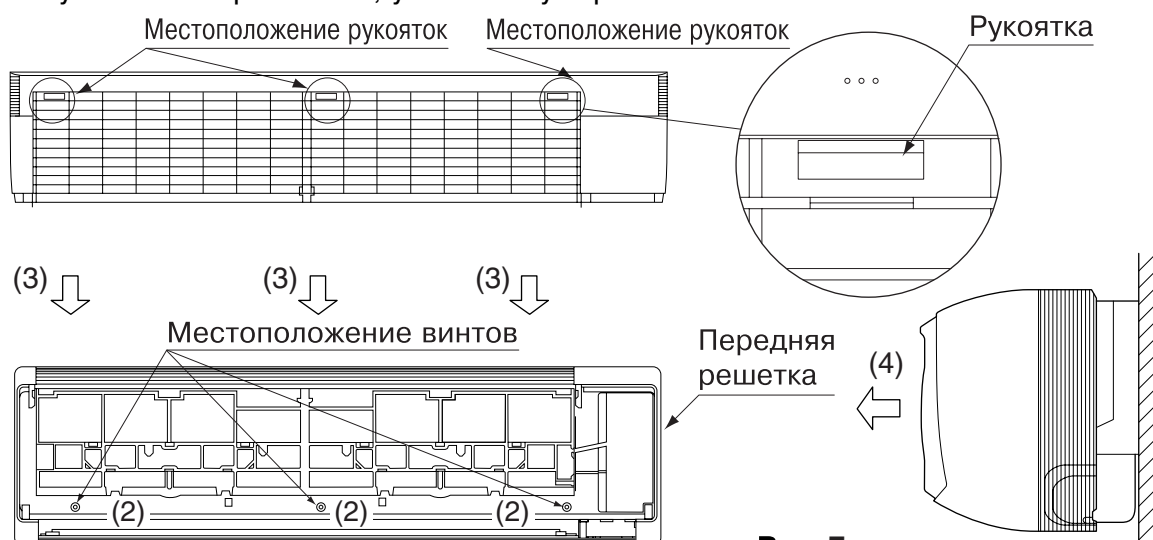
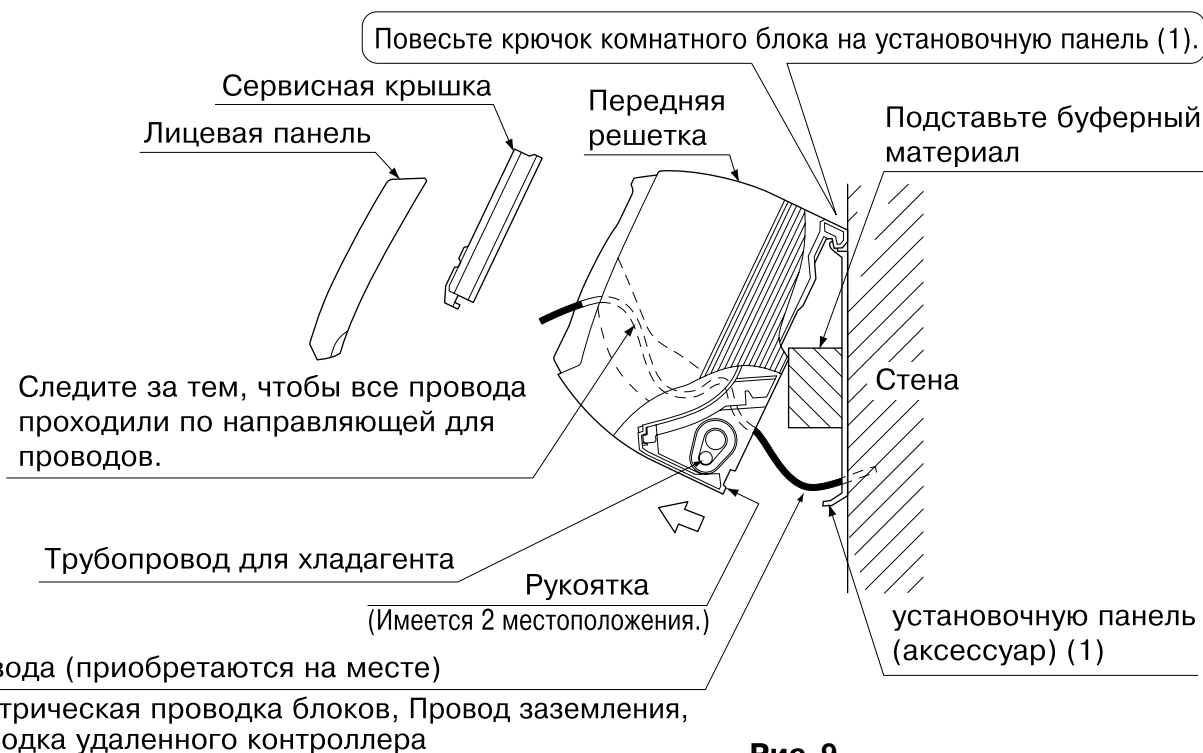

Рис. 7
Рис. 9
- Снимите лицевую решетку. (См. рис. 7)
(6) Повесьте комнатный блок на установочную панель. (См. рис. 9)
- (9) Надавите на оба нижних конца комнатного блока двумя руками и наденьте рукоятку на задней крышке комнатного блока на установочную панель (1). (См. рис. 9)**
- Уберите буферный материал, подставленный при выполнении шага (6).